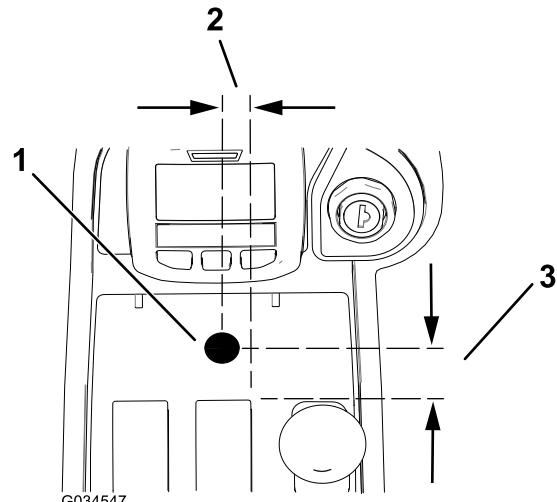

Figure 15
1. Percez un trou de 13 mm dans la console centrale ; voir la Figure 15 pour connaître la bonne orientation.